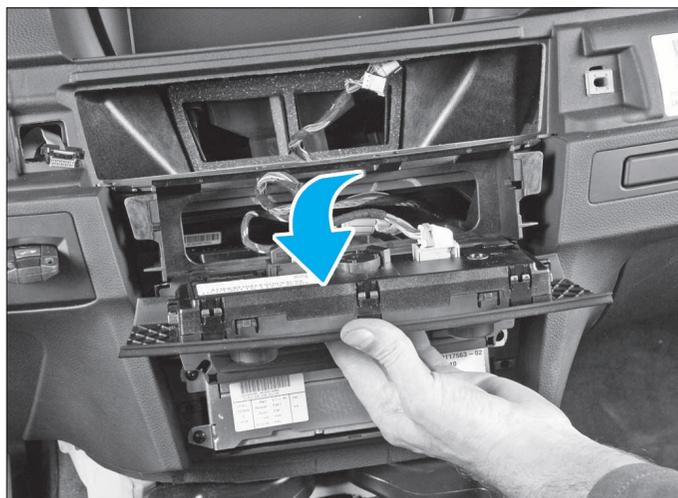

FIG. 19
• Dégrafer le tableau de commande de climatisation et débrancher ses 2 connecteurs pour la déposer (Fig.19).